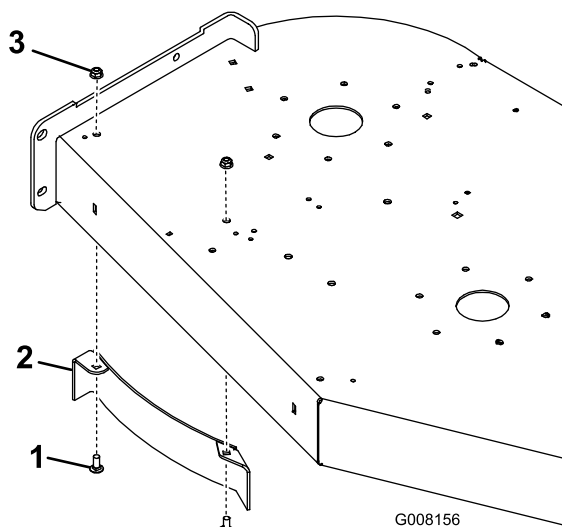

Figura 10
1. Retire los herrajes de la plataforma según se muestra en Figura 10. Guarde las piezas para su reutilización si se retira el deflector de descarga.
2. Instale el deflector de descarga según se muestra en Figura 10.